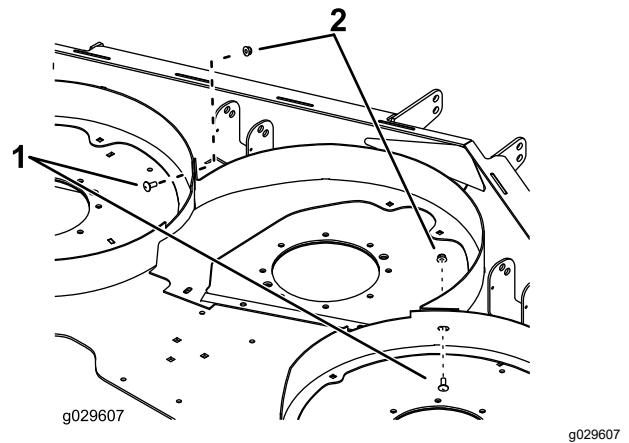

Figura 3
- Sujete provisionalmente las cámaras derecho e izquierdo a la cámara central con 2 pernos de cuello cuadrado (5/16" x 3/4") y 2 tuercas (5/16"), según se muestra en Figura 3.
- Monte las 2 pletinas de refuerzo y el deflector en los 2 perfiles traseros con 8 pernos de cuello cuadrado (5/16" x 7/8") y 8 tuercas (5/16"), según se muestra en Figura 3.